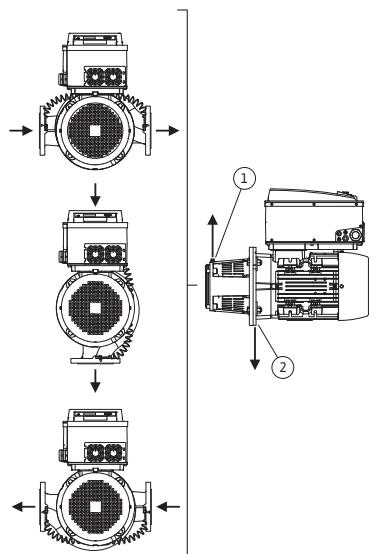
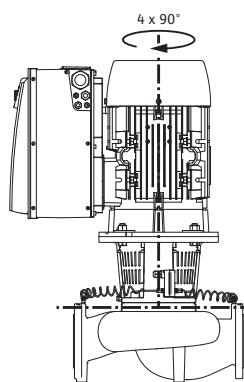

Fig. 18: Positions de montage autorisées avec arbre de moteur horizontal
Fig. 19: Positions de montage autorisées avec arbre de moteur vertical
Les positions de montage autorisées avec arbre de moteur horizontal et module électronique vers le haut (0°) sont représentées sur la Fig. 18. Les positions de montage autorisées avec module électronique monté latéralement ($+/- 90^\circ$) ne sont pas représentées. Toute position de montage sauf « Module électronique vers le bas » (-180°) est autorisée. La purge de la pompe n'est assurée que si la soupape d'échappement pointe vers le haut (Fig. 18, pos. 1). Seule cette position (0°) permet d'éliminer de façon ciblée les condensats présents via un perçage présent, lanterne de pompe et moteur (Fig. 18, pos. 2).
Les positions de montage autorisées avec arbre de moteur vertical sont représentées sur la Fig. 19. Toute position de montage est autorisée, position « Moteur vers le bas » exceptée.
- La soupape d'échappement sur la lanterne (Fig. 6, pos. 1.31) doit toujours pointer vers le haut pour un arbre de moteur horizontal (Fig. 6a et Fig. 6b). Si l'arbre de moteur est vertical, toutes les orientations sont autorisées. Voir à ce propos également Fig. 18: « Positions de montage autorisées avec arbre de moteur horizontal » à la page 147 ou Fig. 19: « Positions de montage autorisées avec arbre de moteur vertical » à la page 147.
- En cas d'arbre de moteur à l'horizontale, la position vers le bas de l'orifice de condensation est obligatoire (Fig. 18, pos. 2). Le cas échéant, il faut tourner le moteur en conséquence.